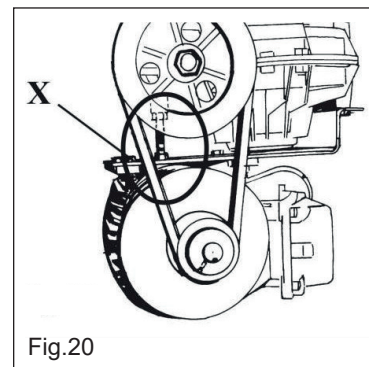

Fig.20
Retirer la courroie d'entraînement à l'aide de la vis de réglage spéciale (X) du support moteur (Fig.20).